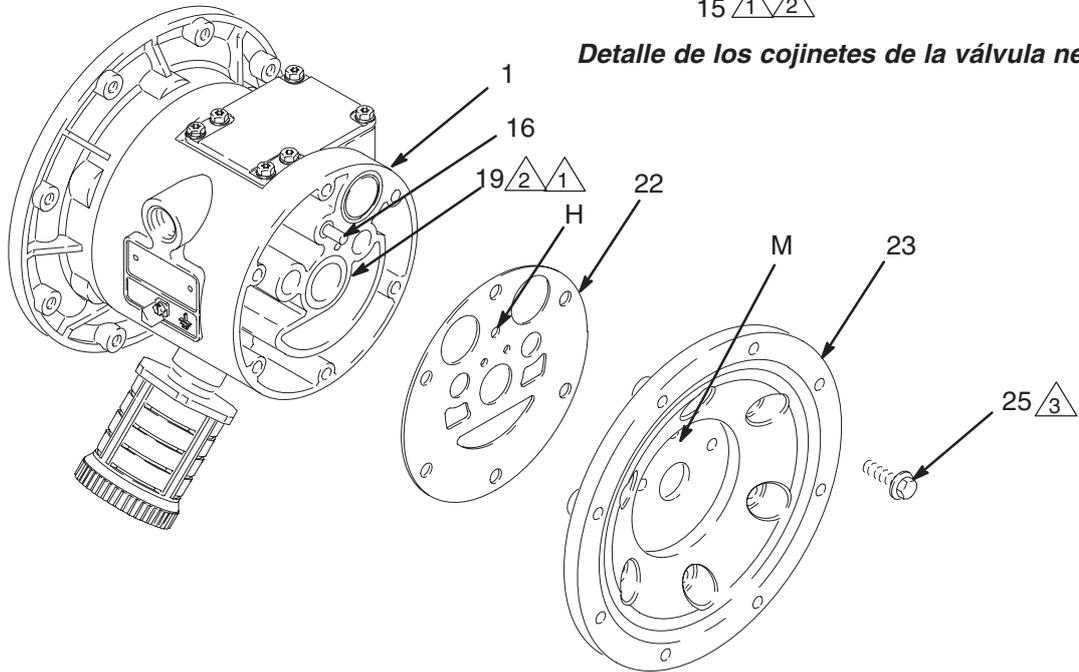

Fig. 15
- NOTA:** Si se está desmontando sólo el cojinete del eje de la membrana (19), omita el punto 4.
5. Con una llave de tubo de 10 mm, extraiga los tornillos (25) que sujetan las tapas del aire (23) al alojamiento central (1). Consulte la Fig. 15.
6. Extraiga las juntas de la tapa del aire (22). Cambie siempre las juntas por unas nuevas.
7. Utilice un extractor de cojinetes para desmontar los cojinetes del eje de la membrana (19), los cojinetes de la válvula neumática (12) o los cojinetes del pasador de guía (15). No extraiga unos cojinetes no dañados.
1. Si se han desmontado previamente, instale las empaquetaduras en forma de cubeta en U (402*) de forma que los bordes queden orientados hacia **fuera** del alojamiento (1).
2. Los cojinetes (12, 15, y 19) tienen forma cónica y sólo pueden ser montados de una forma. Inserte los cojinetes en el alojamiento central (1), **el extremo cónico primero**. Utilizando un prensador o un bloque y un mazo de goma, golpee el cojinete hasta que encaje en posición y quede alineado con la superficie del alojamiento central.
4. Alinee la nueva junta de la tapa del aire (22) de forma que el pasador de guía (16) que sobresale por el alojamiento central (1) se acople en el orificio correcto (H) de la junta.
5. Alinee la tapa del aire (23) de forma que el piloto de guía (16) se acople en el orificio central (M) de los tres pequeños orificios cercanos al centro de la tapa. Monte los tornillos (25) y apriételes a mano. Aplique Loctite® de fuerza media (azul), o equivalente, a las roscas de los tornillos (25). Consulte la Fig. 15. Con una llave de tubo de 10 mm, apriete los tornillos de forma transversal y un poco cada vez a un par de apriete de 15–17 N•m.